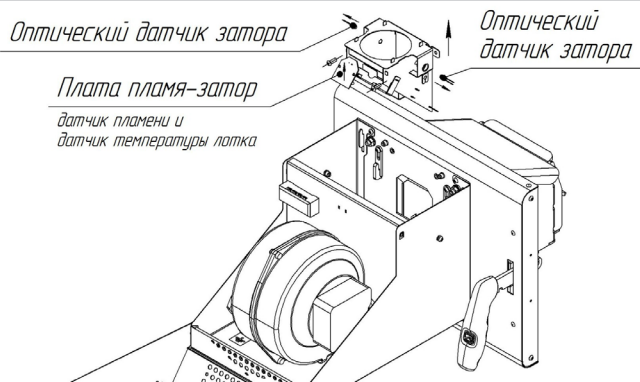

Рисунок 13 - Замена лотка подачи пеллет
**ВНИМАНИЕ!** Для исключения повреждения во время монтажа горелки рекомендуется демонтаж лотка подачи пеллет (см. рисунок 13). Данное условие не является обязательным при аккуратном обращении с горелкой.